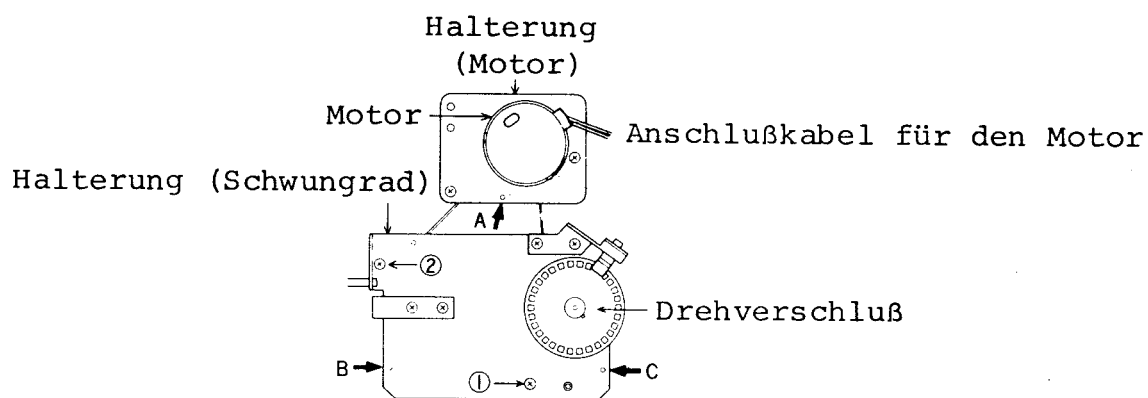

Abb. 5 (Rückseite der Mechanik)
- a) Beim Abnehmen der Halterung (Motor) entfernen Sie die Feder von A und nehmen dann die Halterung ab (Schwungrad). Entfernen Sie dann die entsprechenden Federn für B und C, wie in der Abbildung 5 gezeigt ist.
- b) Der Drehverschluß kann entfernt werden, indem Sie die Schrauben ① und ② (M3 x 0,5 x 4) in der Abb. 5 mit einem Sechskantschlüssel (1.3 mm) lösen. Gleichzeitig kann die Halterung (Schwungrad) abgenommen werden.
- a) Bringen Sie beim Einsetzen des Motors das Anschlußkabel in die Richtung, welche in Abb. 5 gezeigt ist.